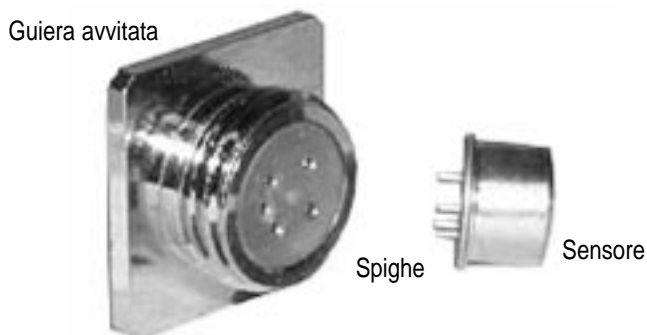

FIG 8
4. Tenere lo strumento davanti a sé con la parte inferiore frontale e notare il raccordo del sensore all'interno del Bushing filettato all'estremità dell'unità. Ci sono 5 buchi che corrispondono ai 5 pin del sensore – 3 sulla sinistra e 2 sulla destra (vedi fig. 8).